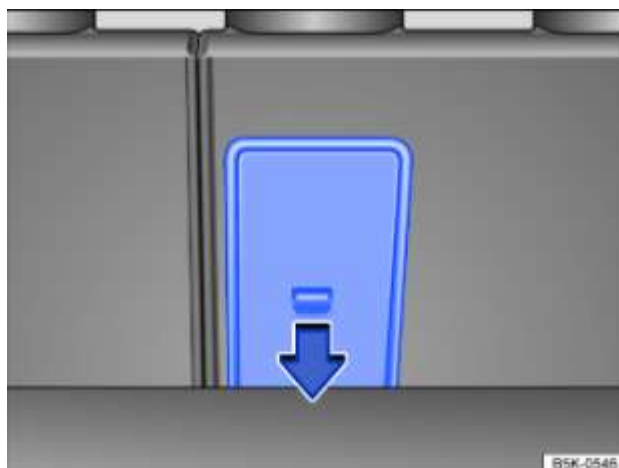

Fig. 150 Dans le coffre à bagages : ouverture de la trappe de chargement
- **OU** : ouverture de la trappe de chargement depuis le coffre à bagages : abaissez le levier de déverrouillage dans le sens de la flèche → Fig. 150 et poussez le couvercle vers l'avant.